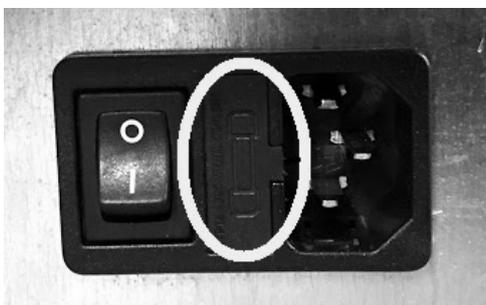

Fig. 53 - Hublot avec les fusibles à enlever
- Pour le remplacement des fusibles dans la prise électrique qui se trouve à l'arrière du poêle retirer le couvercle en plastique à l'aide d'un tournevis plat (voir **Fig. 53**) et retirer les fusibles à remplacer.